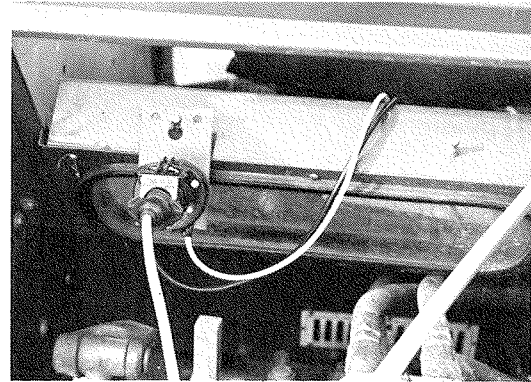

Fig. 69
- Anslut den 5-poliga stickproppen från maskinen till stickdosan på kontrollboxens utgående kabel. Stickdosan placeras på traktorhyttens baksida (enl. fig. 69).